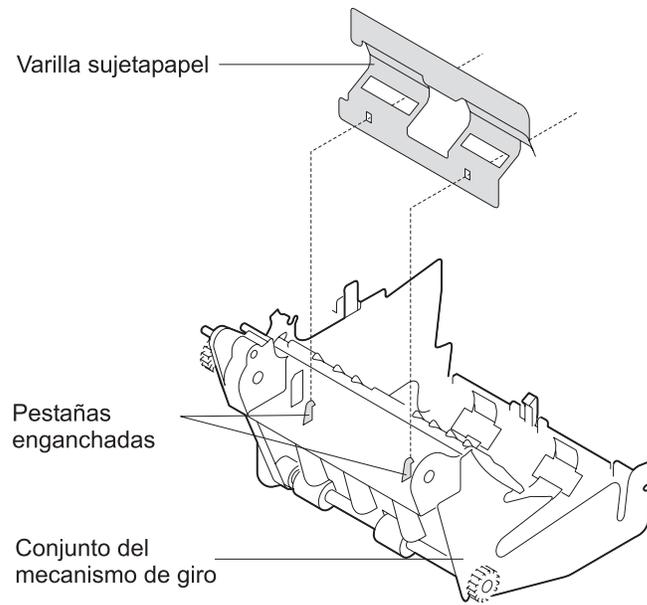

Figura 4-25. Extracción de la varilla sujetapapel
Nota: es importante fijarse en la posición del engranaje de arrastre para volverlo a montar. Consulte la Figura 4-25 en la página 4-33.
15. Extraiga la **varilla sujetapapel** del conjunto del bastidor de la entrada inferior de formularios de inserción de documentos. Presione la varilla sujetapapel hacia abajo en el centro hasta que dicha varilla sujetapapel se libere de las barras de bloqueo y tire de la misma hacia arriba. Consulte la Figura 4-25 en la página 4-33.